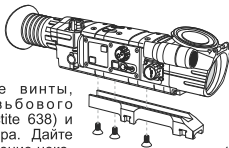

рис.1
- С помощью шестигранного ключа и винтов привинтите кронштейн к основанию прицела (рис. 1).